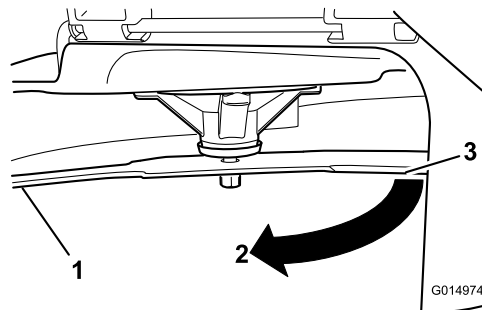

**Figura 57**
2. Indossando guanti dalla spessa imbottitura o altre protezioni idonee per le mani, ruotare lentamente la lama in una posizione che consenta di misurare la distanza tra il bordo di taglio e la superficie piana su cui si trova la macchina (Figura 57).